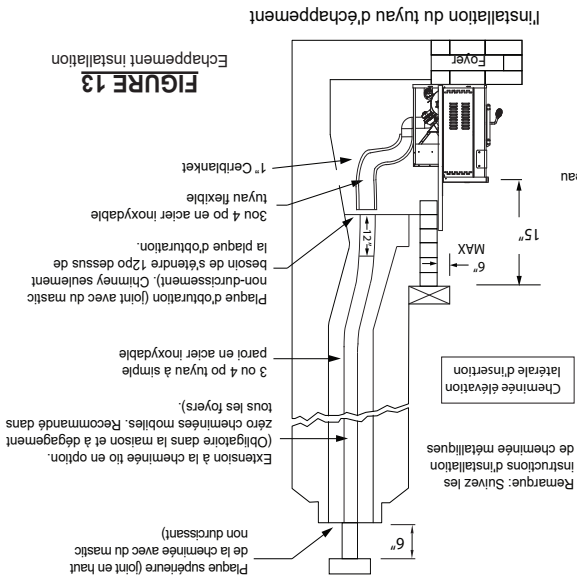

FIGURE 13
- Fixer clignotant (voir la figure 13), route le cordon d'alimentation sur le côté le plus proche d'une prise 120V.